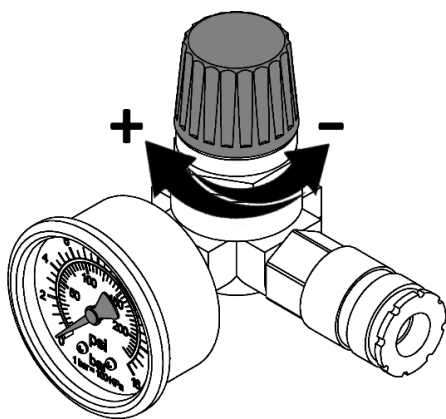

Рисунок 9
7.4.1 Настройка давления в подсоединенных исполнительных устройствах регулятором давления осуществляется следующим образом (рис. 9):